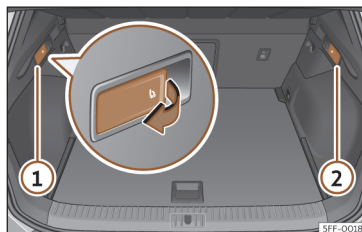

Fig. 98 Na bagageira: alavancas para o desbloqueio do encosto traseiro.
- Puxe a alavanca de desbloqueio à distância da parte esquerda >>> **Fig. 98** ① o derecha ② do encosto no sentido da seta. A parte desbloqueada do encosto traseiro rebate-se automaticamente para a frente.